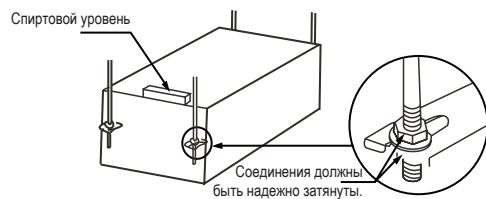

Рисунок 3.2
3. Для проверки горизонтальности расположения блока используйте спиртовой уровень. (Не наклоняйте блок в сторону, где отсутствует слив воды. Рекомендуется слегка наклонить блок в сторону слива воды). См. рисунок 3.2.